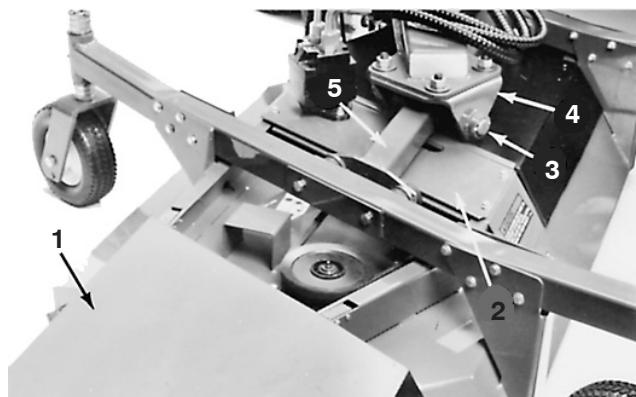

Bild 71
3. Entfernen Sie die Bundkopfschrauben, mit denen die Getriebeplatte am Mähwerk befestigt ist. Drehen Sie zum Trennen der Platte und des Antriebsmotors vom Mähwerk das Plattenende zur Zugmaschine (Bild 71). Kippen Sie die Platte, den Motor und die Scheibe seitlich und nehmen Sie sie vom Mähwerk ab. Achten Sie darauf, dass Sie nicht die flexiblen Hydraulikschläuche verbiegen, verdrehen, abknicken oder beschädigen.
4. Nehmen Sie die Sicherungsmutter ab, mit der die Mähwerksgelenkwelle am Mähwerksplint und der Hubstange befestigt ist (Bild 71).